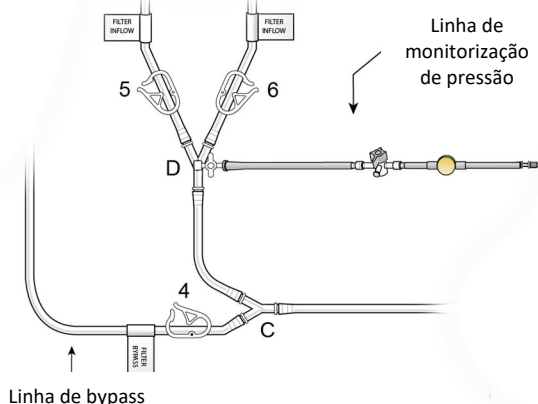

Figura 21
- (b) Ligue a linha de monitorização da pressão pré-filtro (para medir a pressão positiva – pré-filtro) à torneira “D” e encha, ver Figura 21.